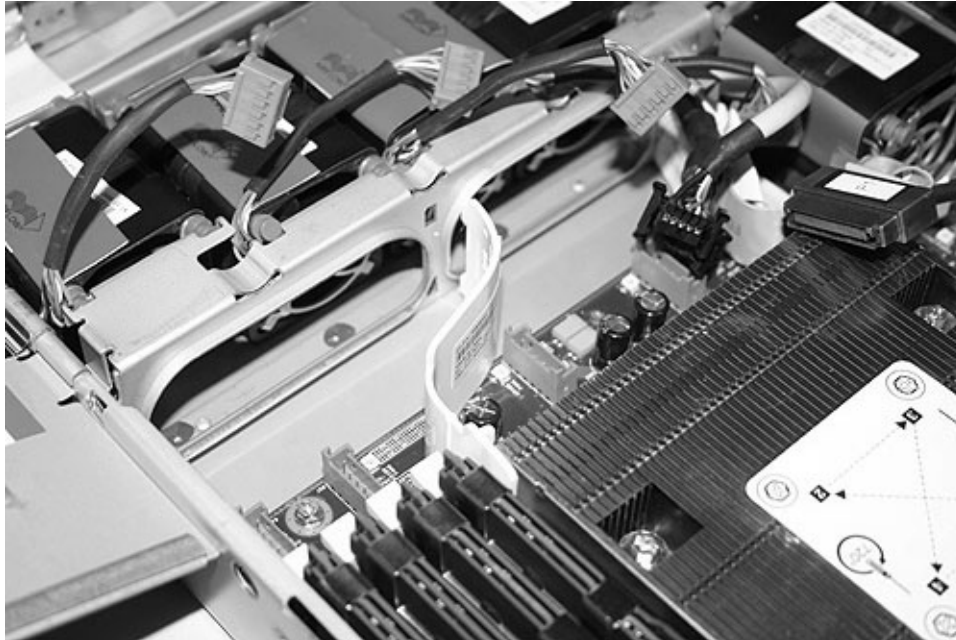

図 298. SAN ボリューム・コントローラー 2145-8G4 システム・ボードの右のエア・バッフル
9. 右側エア・バッフルを交換します (347 ページの図 298 を参照)。